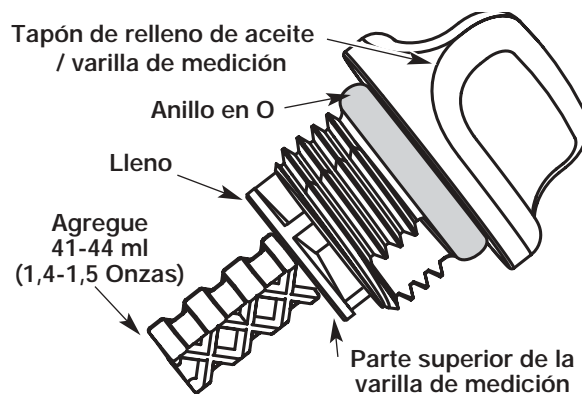

Fig. 52
5. Retire el tapón de relleno de aceite / varilla de medición e inspeccione el nivel del aceite. El aceite debe llegar hasta la parte superior de la varilla de medición (Fig. 52).